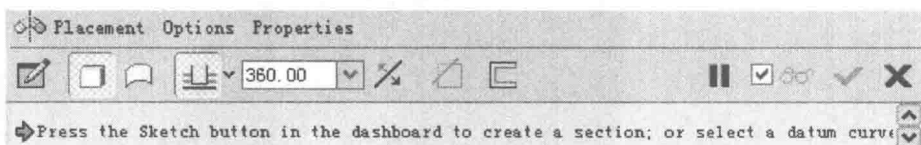

图 1-2
(1) 单击工作区右侧工具栏中的旋转工具图标按钮，打开旋转特征面板，如图 1-2 所示。